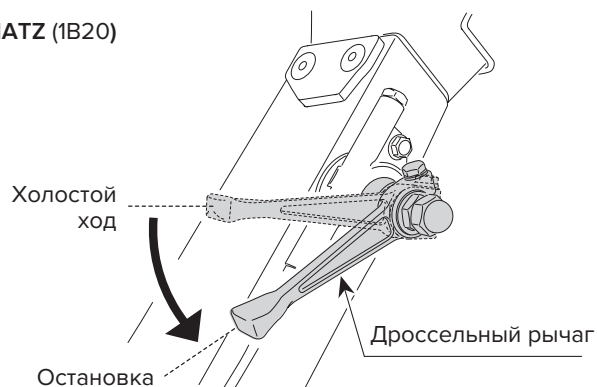

Рис. 21
2. Переведите дроссельный рычаг в положение остановки, чтобы остановить двигатель. При остановке двигателя прозвучит звуковой сигнал (рис. 21).